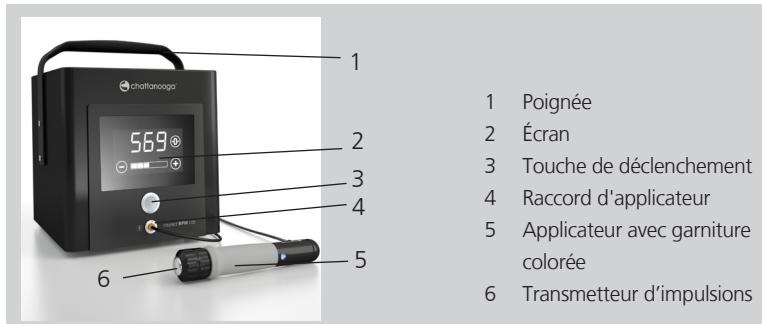

Fig. 3-1 Face avant du Intelect RPW Lite
- Appuyez sur la touche de déclenchement sur l'appareil (Fig. 3-1/3).